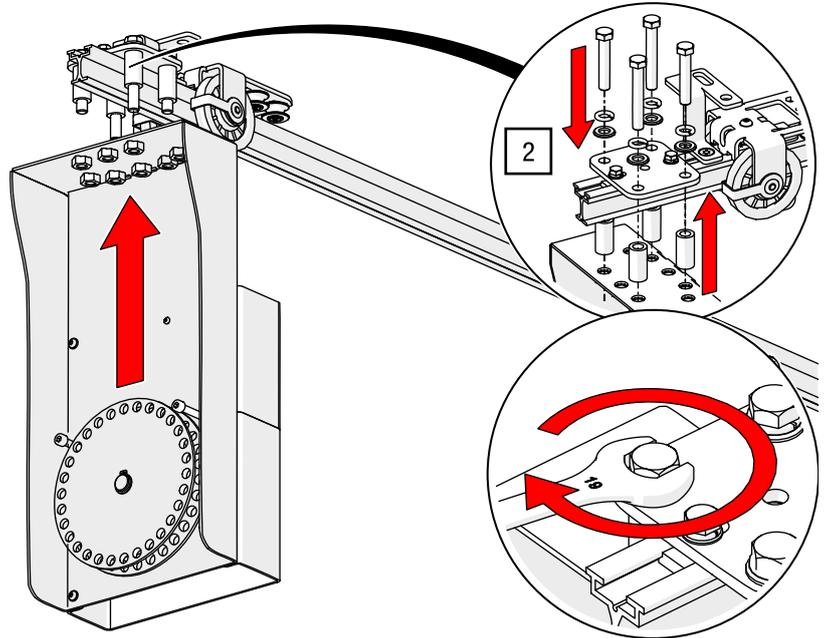

Abb. 115: Manueller Antrieb ROPE-DRIVE – mit Montageplatte verschrauben
2. Verschrauben Sie den ROPE-DRIVE mit der Montageplatte und dem Montagematerial mit einem Gabelschlüssel SW 19 und 93 Nm (siehe Abb. 115).